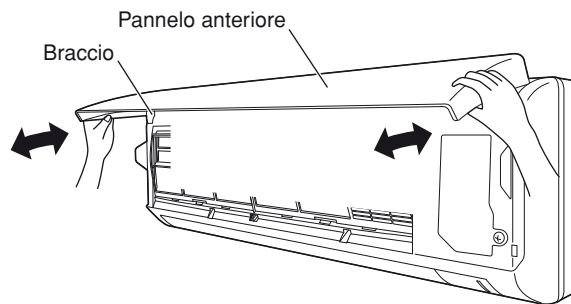

Fig. 16-1
- (1) Aprire il pannello anteriore fino a che è quasi orizzontale, prendere le sezioni vicine ai bracci del pannello anteriore su ambedue i lati e quindi tirare verso di sé per togliere il pannello anteriore. (Fig. 16-1)